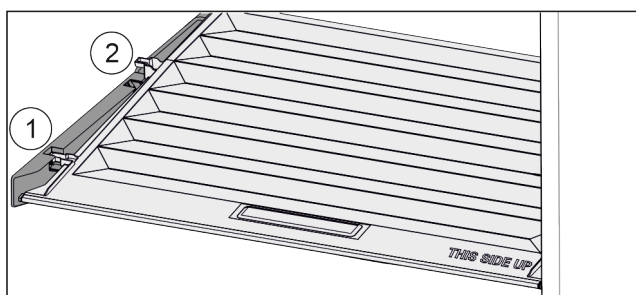

Fig. 83
- ▶ Vytáhněte víko dopředu až k otvoru v přídržných dílech Fig. 83 (1).
- ▶ Vzadu zespuď nadzvedněte a vyjměte směrem nahoru Fig. 83 (2).